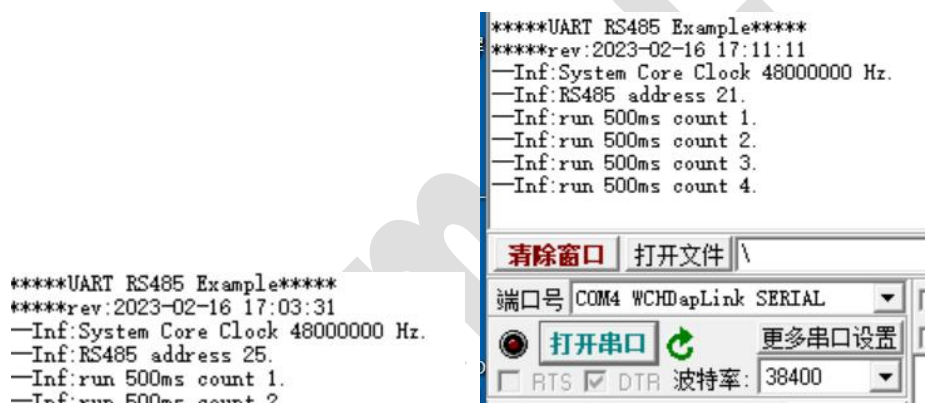

图 6 运行输出调试信息
1) 打开调试器对应的串口（接收 EV 板输出的调试信息），波特率默认 38400；复位 EV 板，串口信息如图 6：